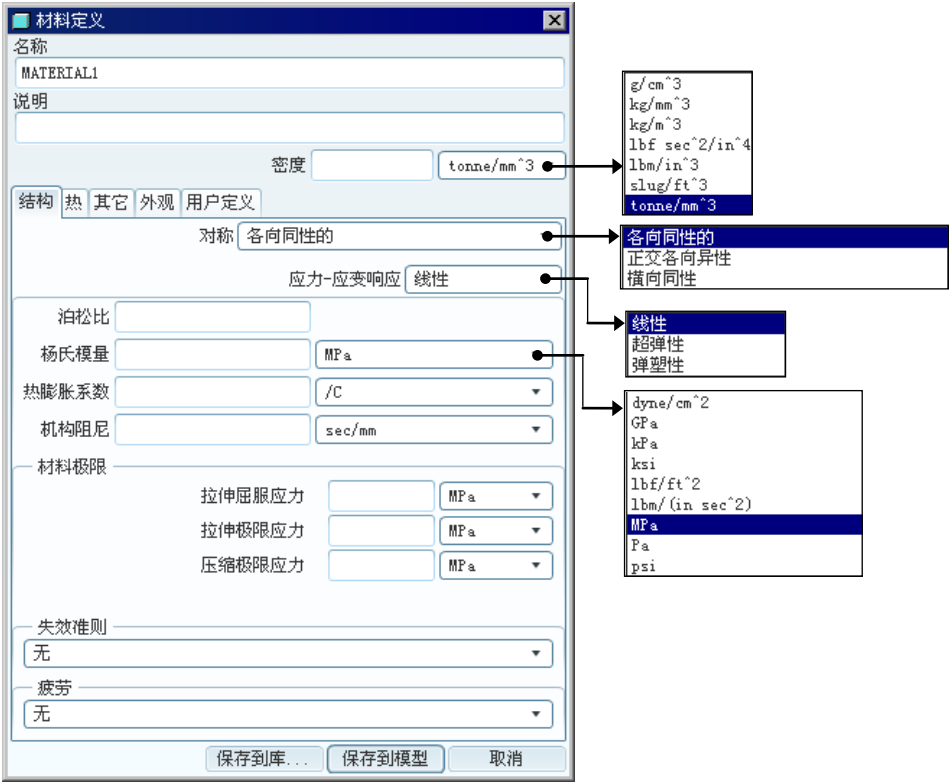

图 5.8.3 “材料定义”对话框
(4) 在“材料”对话框中单击“新建文件”按钮 , 系统弹出图 5.8.3 所示的“材料定义”对话框。
(5) 在“材料定义”对话框的 **名称** 文本框中, 先输入材料名称 45steel; 然后在其他各区域分别填入材料的一些属性值, 如 **说明**、**泊松比**、和 **杨氏模量** 等, 再单击 **保存到模型** 按钮。
在图 5.8.3 所示的“材料定义”对话框中单击 **保存到库...** 按钮。